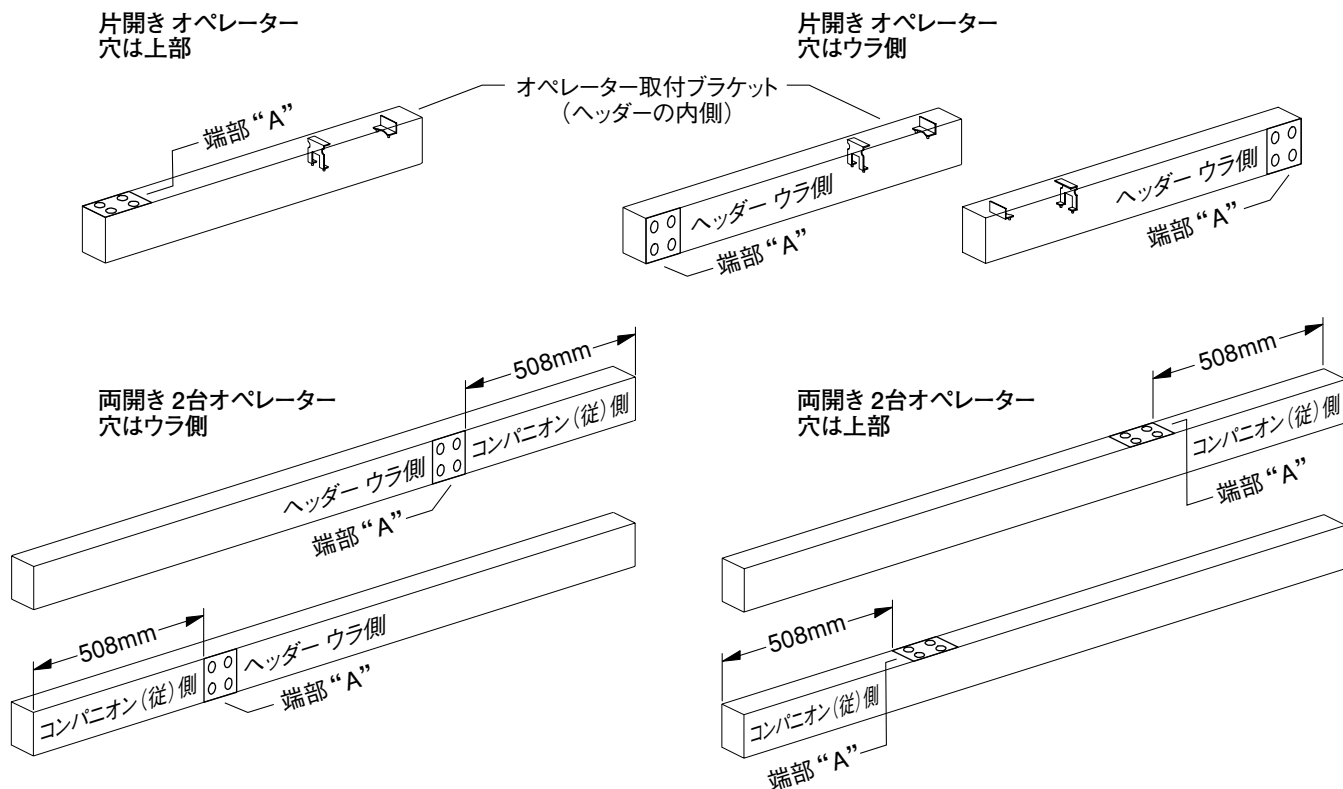

図3-1
- 3.2 図3-1と3-3項を参照の上、テンプレート740070を使用し、電源線引き込み用の穴を明けて下さい。図3-1に示すようにテンプレート740070の“端部A”を正しく位置して下さい。